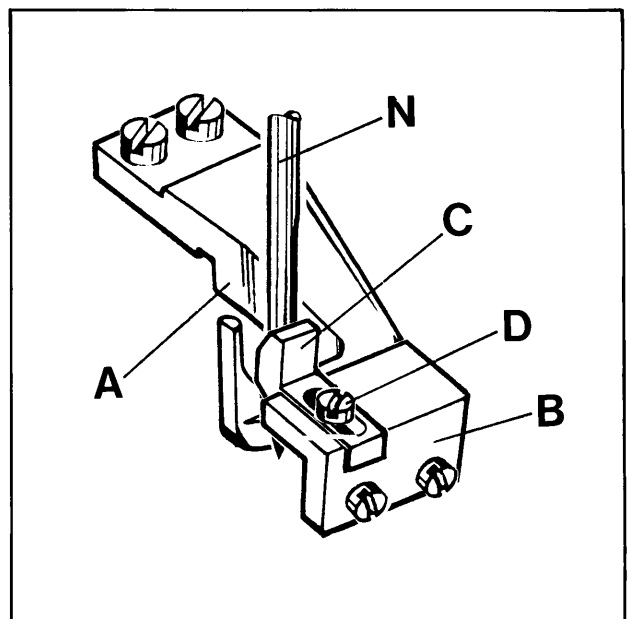

Fig. 16
Assemble the throat plate support (A, Fig. 16) and the bracket (B) for the front needle guard so that they do not interfere with the feed dog or any other machine parts.
The front needle guard (C, Fig. 16) is set close to the needle (N) just contacting the needle without deflecting it.
Monte el soporte de la plancha de aguja (A, Fig. 16) y el sujetador del guarda aguja delantero, cuidando que no toquen el diente alimentador o alguna otra parte de la máquina.
El guarda agujas delantero (C, Fig. 16) está ajustado de manera tal que contacta la aguja (N) pero sin desviarla.